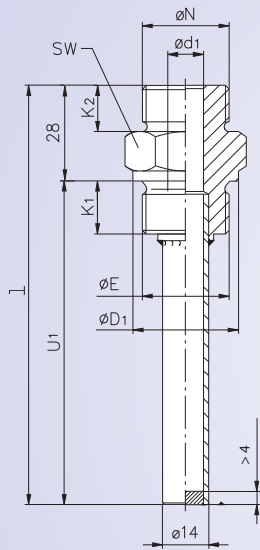
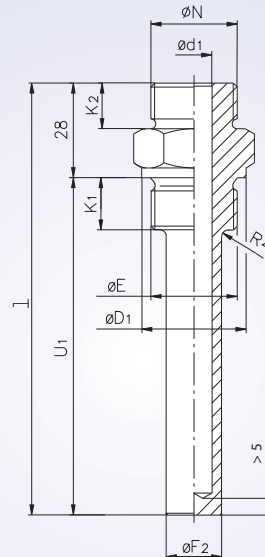
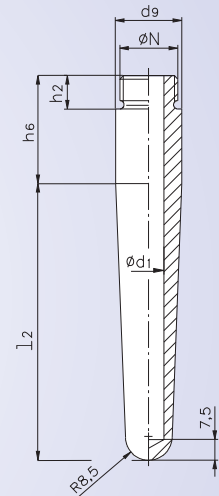

Abb.1
Abb.2
Abb.3
Die Verbindung von Schutzrohr und Thermometer erfolgt entweder mit einem Doppelgewindenippel (Abb. 2) oder mit einem Halsrohr (Abb.1). Aus dieser Kombination ergibt sich die benötigte Einbaulänge l_1 des Thermometers. Die Verschlusschraube (Abb.3) dient dem Schutz vor Verschmutzung während der Montage des Schutzrohres.
- Halsrohr 165 mm, M18x1,5 / M24x1,5, Stahl, vernickelt (Abb. 1) Best. Nr. 165020V
- Doppelgewindenippel M18x1,5 / M24x1,5, Stahl, vernickelt (Abb. 2) Best.-Nr. 00076V
- Verschlusschraube M18x1,5, Messing (Abb. 3) Best.-Nr. 000061